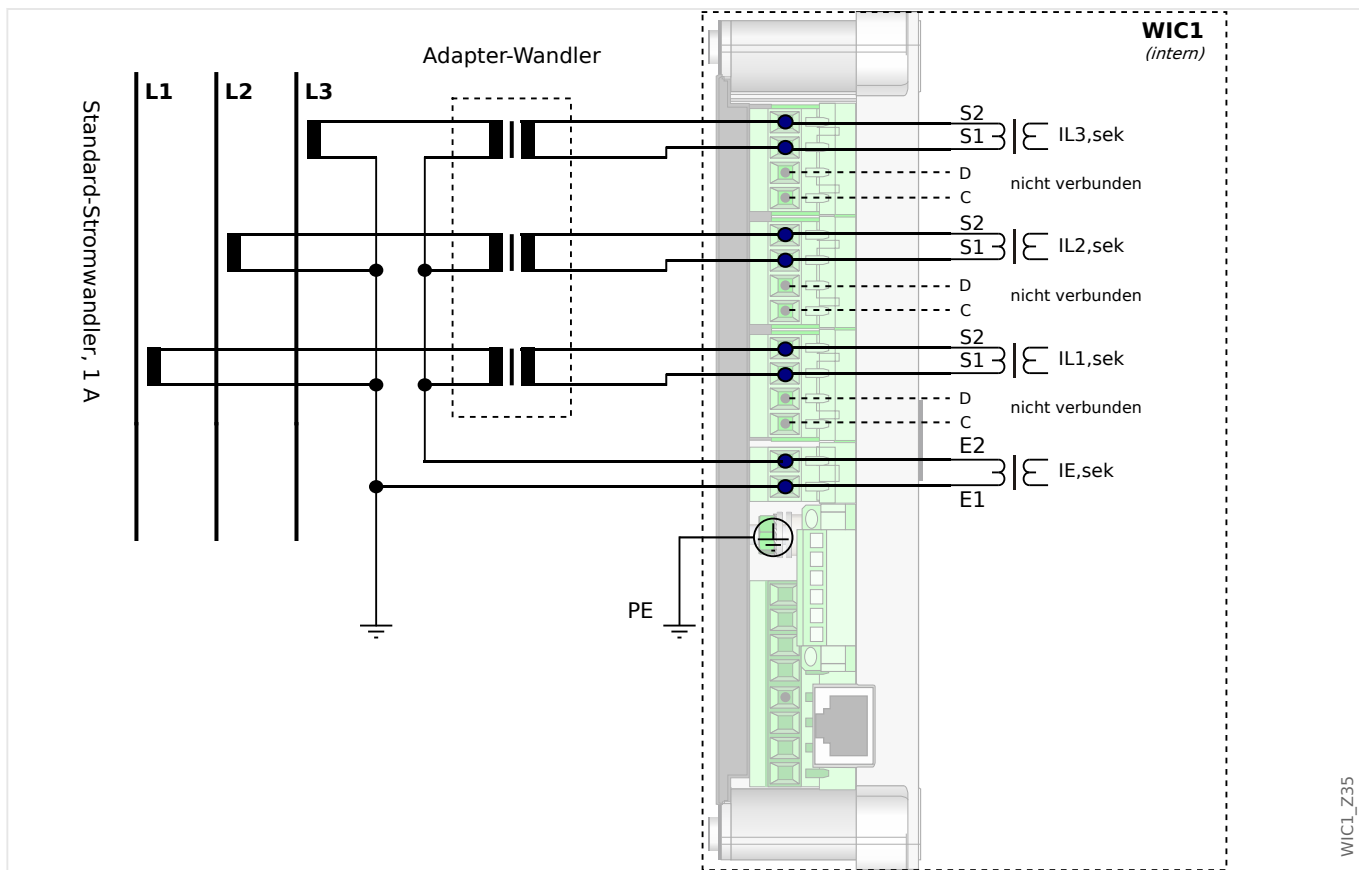

Abb. 21: Verwendung von 1 A-Standard-Wandlern mit Adapter-Wandlern in einer Holmgreen-Schaltung.
- R_{wic1} bei Holmgreen-Schaltung wie in  Abb. 21: $R_{wic1} = 0,3 \Omega$
- R_{wic1} bei Holmgreen-Schaltung wie in  Abb. 21: $R_{wic1} = 0,1 \Omega$